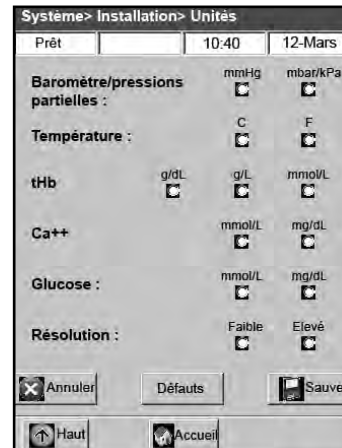

Figure H-18 : Écran "Système > Configuration > Unités"
4. Sur l'écran "Unités", sélectionnez l'unité de mesure que vous souhaitez utiliser (Figure H-18).